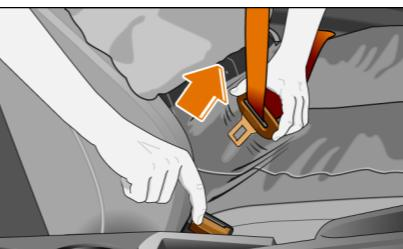

图 206 将锁舌从安全带锁扣中松开
- 用手指按下安全带锁上的红色按钮 ⇒ 图 206。锁舌在弹簧力作用下弹出。